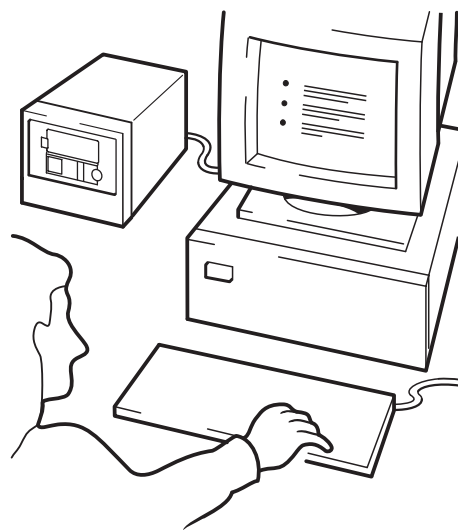

图 14d: hp obdr, 第 4 步
- 4 按照屏幕上显示的说明设置操作系统（请参见图 14d）。（屏幕上显示的说明将随备份软件变化。）通常，您可以接受对所有提示的缺省响应，例如只需按下 <Enter> 键。